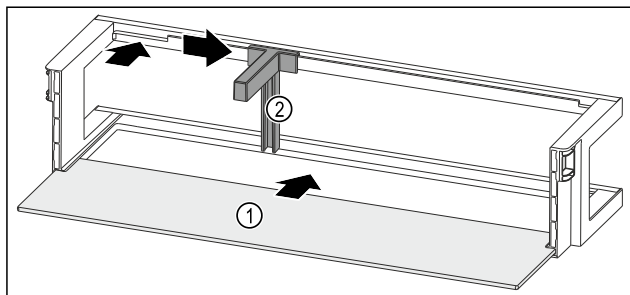

Fig. 246 Rafti i derës me raft mbajtës
- Futni raftin mbajtës Fig. 246 (1) në folëtë anësore.
- Vendosni mbajtësen e shisheve Fig. 246 (2) te foleja.
- Shtyni anash mbajtësen e shisheve Fig. 246 (2) në pozicionin që dëshironi.